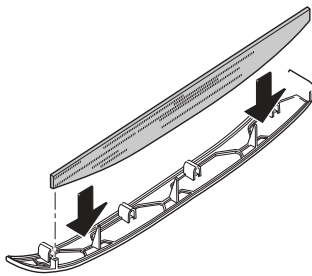

Fig. 39
- ▶ Installer les filtres neufs dans les panneaux (Fig. 39).